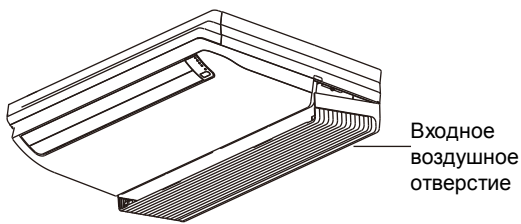

Рисунок E1
1. Откройте впускное воздушное отверстие (см. рис. E1).